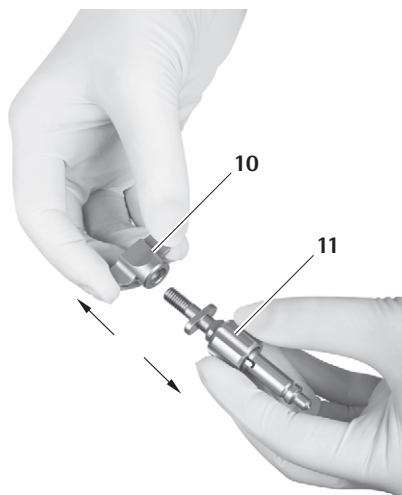

Рис. 17
- ▶ Отвинтить барашковую гайку 10 адаптера держателя 11, см. Рис. 17.